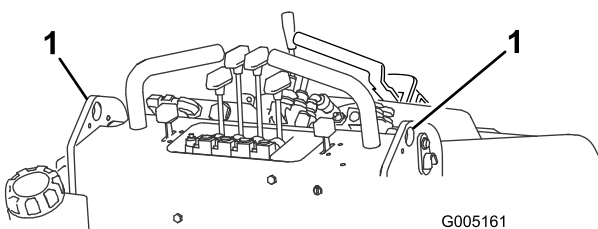

Figura 10
2. Levante la unidad de tracción del suelo usando los dos puntos de elevación (Figura 10) y llévela a un remolque.